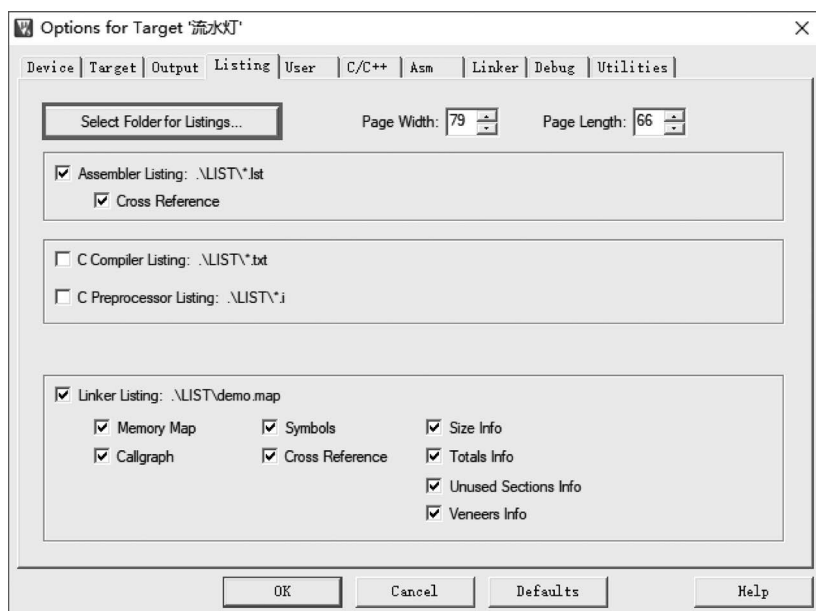

图 3-5 Listing 选项卡
(4) 在 Listing 选项卡中, 单击 Select Folder for Listings... 按钮, 定位到模板中的 Listing 文件夹, 如图 3-5 所示。
(5) 在 C/C++ 选项卡上需要设置的比较多。
① 在 Define 里输入添加 STM32F10X_HD、USE_STDPERIPH_DRIVER 两个宏。添加 USE_STDPERIPH_DRIVER 是为了屏蔽编译器的默认搜索路径, 转而使用添加到工程中的 ST 的库, 添加 STM32F10X_HD 是因为用的芯片是大容量的, 添加了 STM32F10X_HD 宏之后, 库文件为大容量定义的寄存器就可以用了。芯片是小或中容量时, 宏要换成 STM32F10X_LD 或者 STM32F10X_MD。
② 在 Include Paths 栏添加库文件的搜索路径, 就可以屏蔽掉默认搜索路径。
③ 当编译器在指定的路径下搜索不到时, 还是会回到标准目录去搜索, 如 ANSI C 的库文件, 例如 stdin.h、stdio.h。